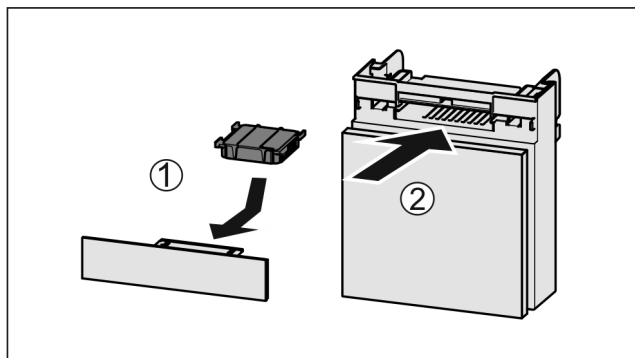

Fig. 172
- Вставити фільтр з активованого вугілля за малюнком Fig. 172 (1).
- Вставити відділення Fig. 172 (2).